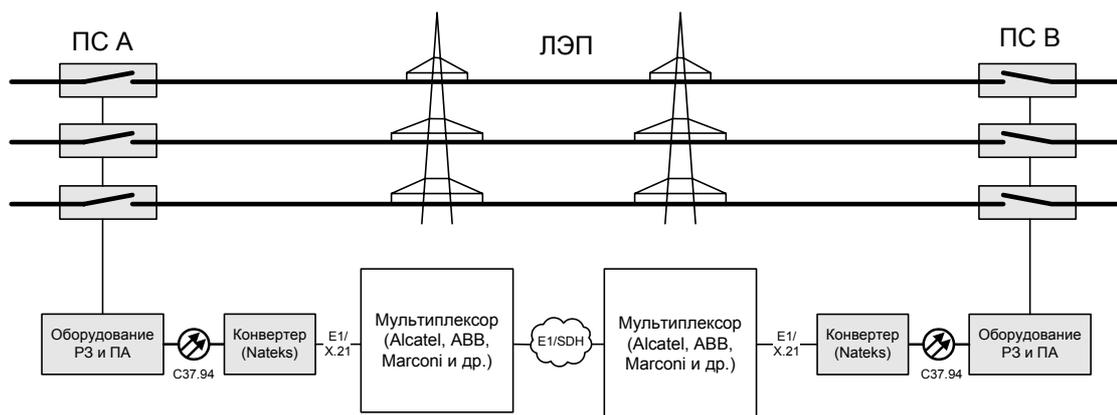

Рис. 2.2. Современное оборудование ДЗЛ, поддерживающее С37.94 необходимо подключить к мультиплексору, не поддерживающему данный стандарт.
- для подключения оборудования релейной защиты, поддерживающей интерфейс C37.94 к аппаратуре гибких мультиплексоров других вендоров (типовая схема на Рис. 2.2).